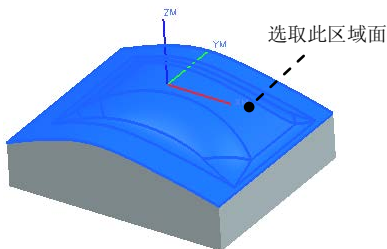

图 4.5.3 选取切削区域
Step3. 在“铣削区域”对话框中单击按钮，系统弹出“切削区域”对话框，采用系统默认的选项，选取图 4.5.3 所示的切削区域，单击按钮，系统返回到“铣削区域”对话框。